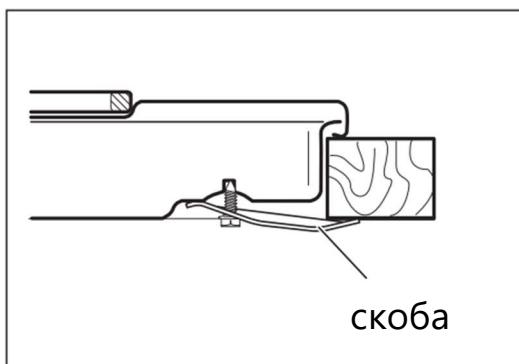

Рис.3
5. Закрепите варочную поверхность на столешнице при помощи скоб и шурупов, поставляемых в комплекте (рис.3 и рис.4).